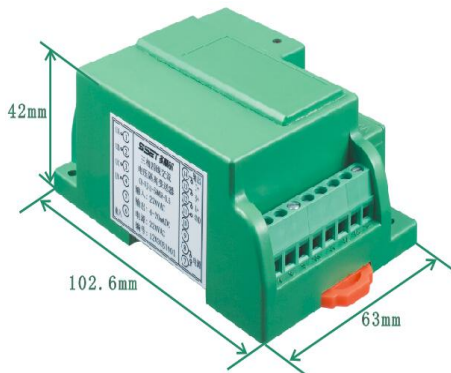
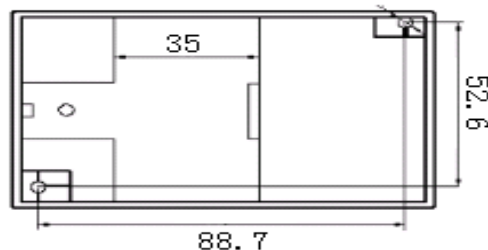

图 1 MSK 型外形图
图 4 MSK 型安装尺寸图
- ① 把变送器固定卡槽一侧勾在安装导轨上;
- ② 向下牵动弹簧销(如图 1 底端的红色弹簧销);
- ③ 使变送器卡口套在安装导轨上;
- ④ 松开弹簧销, 变送器即卡在安装导轨上。
- ① 按图 4 中的螺孔位置在固定板上攻丝 M3 螺钉孔;
- ② 使用 M3 的螺钉拧入螺钉孔中固定;